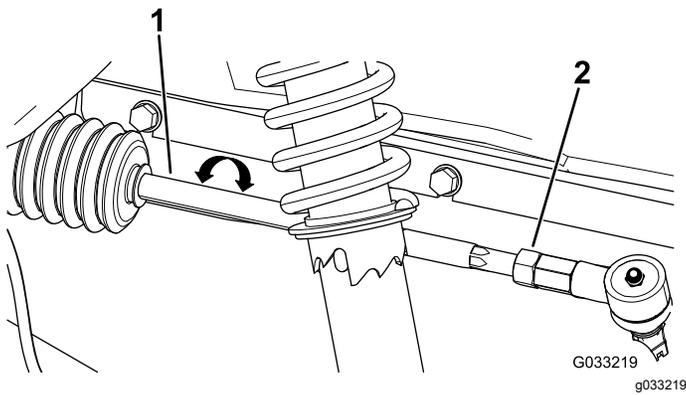

Bild 54
2. Wenn der Wert nicht zwischen 0-6 mm liegt, lösen Sie die Klemmutter am äußeren Ende der Spurstangen (Bild 54).